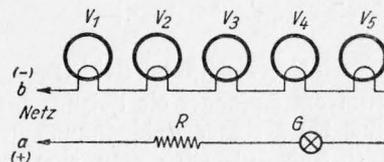

Abb. 20
Sofern im Allstromempfänger die Heizung für die Gleichrichterröhre auch bei geringer Netzspannung keine Schwierigkeit macht (s. Abb. 20), wird man eine sehr einfache
Schaltung verwenden können. Die Drosseln HDr dienen zusammen mit C_1 als Hochfrequenz-Störschutz, an den Punkten a und b wird der Heizkreis nach Abb. 20 angeschlossen, R verhindert bei sehr großen Kapazitätswerten des Ladekondensators C_2 eine Beschädigung der Gleichrichterröhre und kann aus Röhrentabellen ermittelt werden. Die Einweg-Gleichrichterröhre ist indirekt geheizt (H), zur Siebung dienen Dr und C_3 . Bei Gleichstrom-Netzanschluß kann man V und R